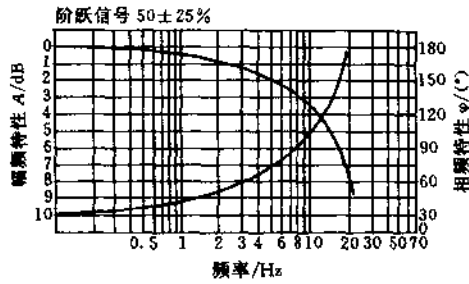

图 21.7-9 4WRA10 型直动式比例换向阀频率响应特性曲线
- 4WRA10 型直动式比例换向阀行程时间特性曲线 见图 21.7-9。